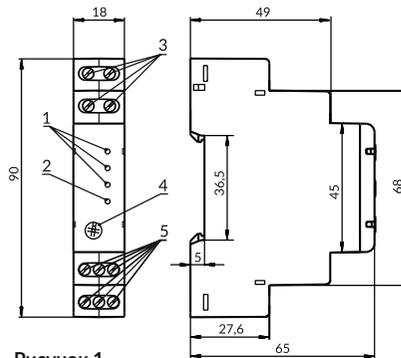

Рисунок 1
2) Регулятором **Toff(s)** (поз.4 рис. 1) встановіть час спрацьовування захисту по перекосу фаз.